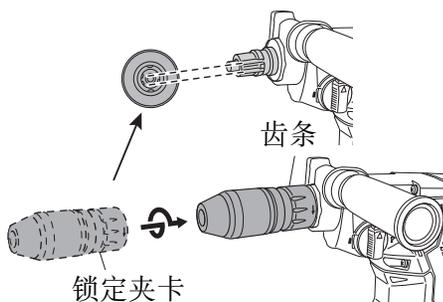

图 15
(1) 使锁定夹卡与齿条吻合。
(2) 推入锁定夹卡，并按照锁定夹卡上显示的方向进行旋转。
(3) 试着拉出锁定夹卡，确认已安装牢固(图15)。